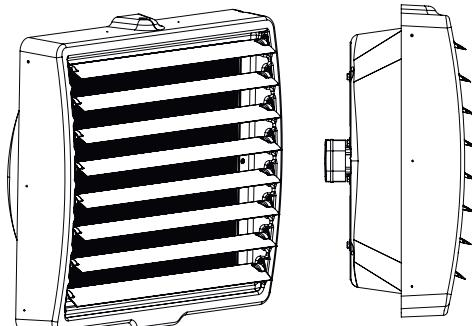

Рис. 1
5.1 Тепловентилятор имеет прочный корпус из высококачественного пластика. Внутри корпуса расположен осевой вентилятор и водяной воздухонагреватель (рисунок 1).